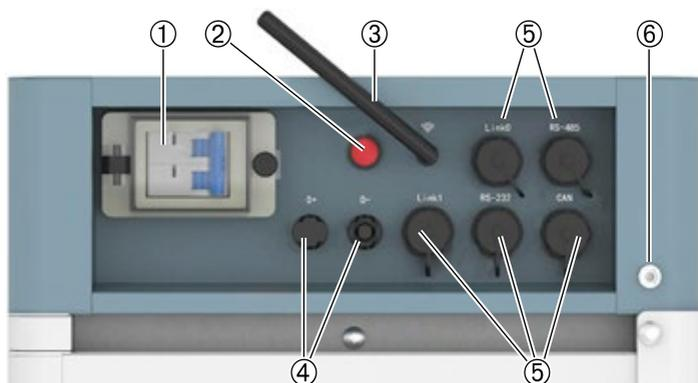
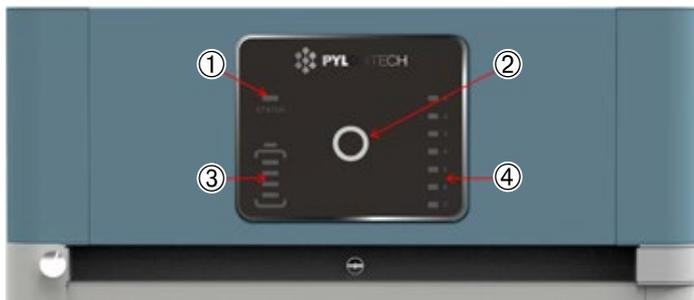
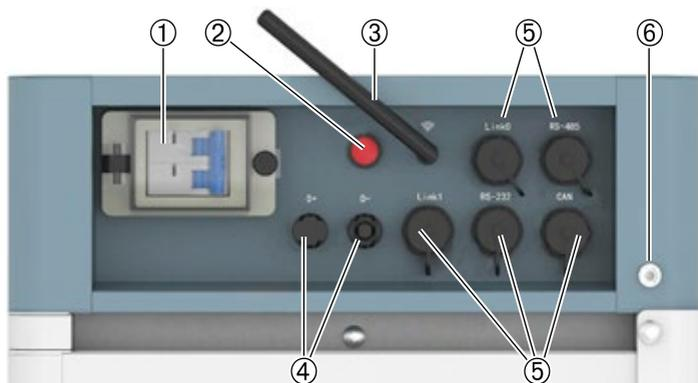

Fig. 3.14 - Modulo di controllo FC0500-40S V2
Fig. 3.15 - Display del modulo di controllo FC0500-40S V2
Fig. 3.16 - Modulo di controllo FC0500-40S V2
3. Aprire il coperchio di protezione e azionare l'interruttore di alimentazione (1, Fig. 3.14).
- Premere il pulsante Start (2, Fig. 3.14) per almeno 10", fino a quando l'indicatore di stato (1, Fig. 3.15) diventa blu e lampeggia rapidamente. A questo punto la batteria avvierà il Black Start per supportare l'inverter. Dopo che l'inverter si sarà acceso e avrà impostato la comunicazione, il BMS sarà pronto a lavorare.
**Attenzione.** Quando l'interruttore di alimentazione (1, Fig. 3.14) è scattato a causa di sovracorrente o cortocircuito, è necessario attendere più di 10' prima di riaccendere il modulo di controllo per non causare danni all'interruttore stesso.
Se l'indicatore di stato (1, Fig. 3.15) è arancione dall'inizio, significa che c'è qualche guasto nella stringa di batterie; i relè del BMS si apriranno, e sarà necessario eseguire il debug.
Nota: Senza alcuna azione, il tasto LED (2, Fig. 3.15) si spegnerà dopo 20" di inattività.
3. Aprire il coperchio di protezione e azionare l'interruttore di alimentazione di tutti i gruppi (1, Fig. 3.16).
- Premere il pulsante Start (2, Fig. 3.16) per almeno 10", fino a quando l'indicatore di stato (1, Fig. 3.15) diventa blu e lampeggia rapidamente. A questo punto la batteria avvierà il Black Start per supportare l'inverter. Dopo che l'inverter si sarà acceso e avrà impostato la comunicazione, il BMS sarà pronto a lavorare.
**Attenzione.** Quando l'interruttore di alimentazione (1, Fig. 3.16) è scattato a causa di sovracorrente o cortocircuito, è necessario attendere più di 10' prima di riaccendere il modulo di controllo per non causare danni all'interruttore stesso.